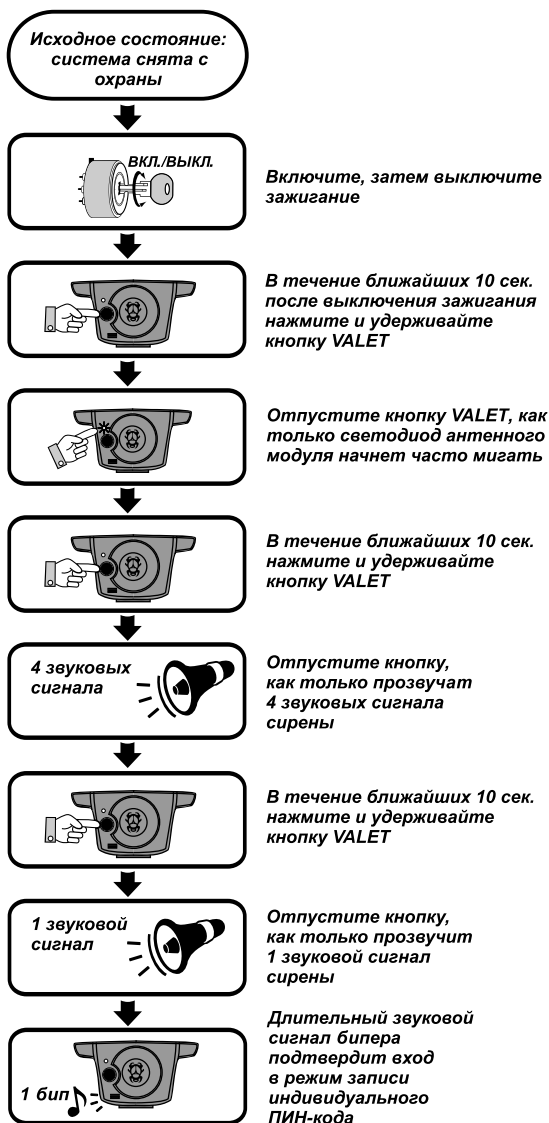

Рис. 33
Для обеспечения высокого уровня защиты необходимо изменить заводское значение (11) на индивидуальный код аварийного снятия системы с охраны. ПИН-код состоит из двух цифр. Каждая цифра персонального кода может иметь значение от «1» до «9». Для входа в меню программирования нового персонального кода выполните действия, изображенные на рис. 33.